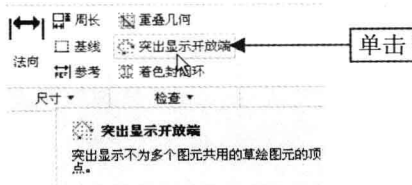

图 3-86 单击“突出显示开放端”按钮
Step 02 在“功能区”选项板的“草绘”选项卡中，单击“检查”面板中的“突出显示开放端”按钮，如图 3-86 所示。